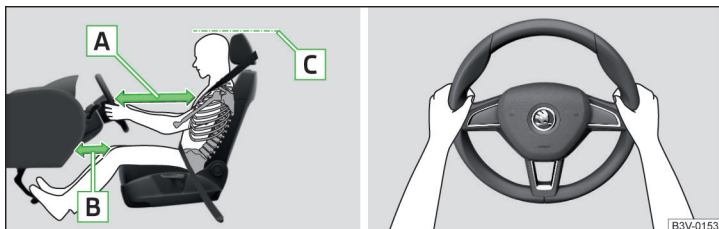

Fig. 14 Poziția corectă a scaunului șoferului/Poziția corectă la volan
- ✓ La autovehicule cu airbag pentru genunchii șoferului, reglați longitudinal scaunul șoferului în așa fel, încât distanța de la picioare la planșa de bord să fie de minim 6 cm » fig. 14 - B în zona airbagului pentru genunchi.
- ✓ Reglați volanul în așa fel, încât distanța dintre volan și torace să fie de cel puțin 25 cm » fig. 14 - A.
- ✓ Reglați tetiera astfel încât marginea superioară a tetierei să se afle, pe cât posibil, la aceeași înălțime cu partea superioară a capului dumneavoastră (nu este valabil pentru scaunele cu tetieră integrată) » fig. 14 - C.
- În timpul mersului volanul trebuie ținut cu ambele mâini, de partea exterioară laterală, în poziția „orei 9” și „orei 3” » fig. 14. Nu țineți niciodată volanul în poziția „ora 12” sau în altă poziție (de exemplu de centrul volanului, de marginea interioară etc.). În caz contrar, în cazul declanșării airbagurilor, se poate provoca accidentarea gravă a mâinilor, brațelor și a capului.
- ✓ Reglați tetiera astfel încât marginea superioară a tetierei să se afle, pe cât posibil, la aceeași înălțime cu partea superioară a capului dumneavoastră » fig. 14 la pagina 20 - **C** (nu este valabil pentru scaunele cu tetieră integrată).
- ✓ Reglați tetierele astfel încât marginea superioară a tetierei să se afle la aceeași înălțime cu partea superioară a capului dumneavoastră » fig. 14 la pagina 20 - **C**.